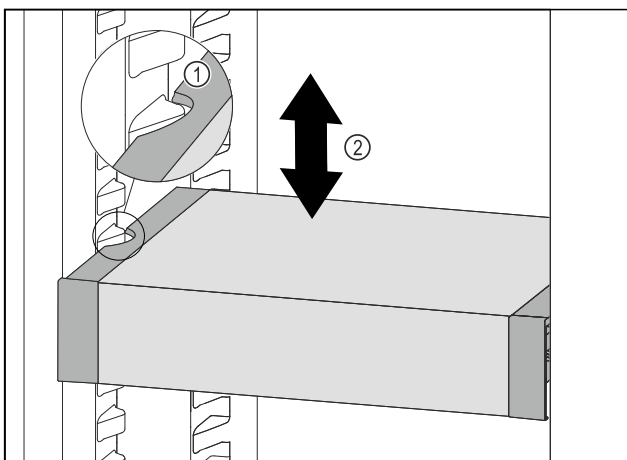

Fig. 200
- ▶ VarioSafe nach vorne ziehen, bis sich die seitlichen Aussparungen des VarioSafes auf Höhe der Behälterrippe im Kühlteil befinden. Fig. 200 (1)
- ▶ VarioSafe im Kühlteil nach oben oder unten bewegen, bis gewünschte Höhe erreicht ist. Fig. 200 (2)